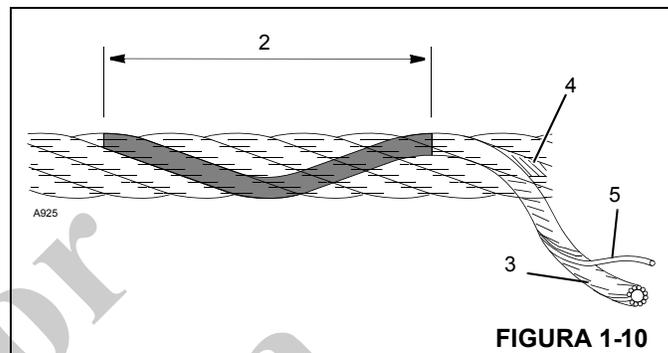

FIGURA 1-10
13. Al buscar alambres rotos (5) (Figura 1-10), alivie el cable, muévelo hacia afuera de los “puntos de recogida”. Los defectos del cable hacen referencia a la “longitud de sesgo” (2), que es la distancia medida a lo largo del cable en donde una trenza (3) logra una revolución completa alrededor del núcleo (4).